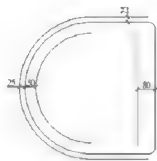

图 6-6
**步骤7:**对绘制的图形进行偏移处理,在工具栏中单击“偏移”按钮□,偏移尺寸大小如图6-6所示。